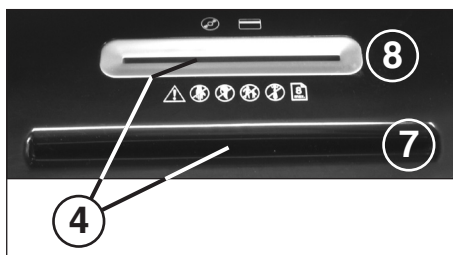

fig. 2
- 4 = Barrière lumineuse (marche avant) (fig. 2)**
- 7 = Fente d'introduction de papier (fig. 2)**
- 8 = Fente d'introduction de sécurité (fig. 2)**
Introduire du papier dans le bloc de coupe par la fente d'introduction pour papier (7) (fig. 2). Introduire un à un des **supports de données** (CD, DVD ou cartes de crédit) dans le bloc de coupe par la fente d'introduction de sécurité séparée (8) (fig. 2). La machine s'enclenche automatiquement en marche avant, aspire le matériel et se met automatiquement hors circuit dès l'opération de broyage terminée.